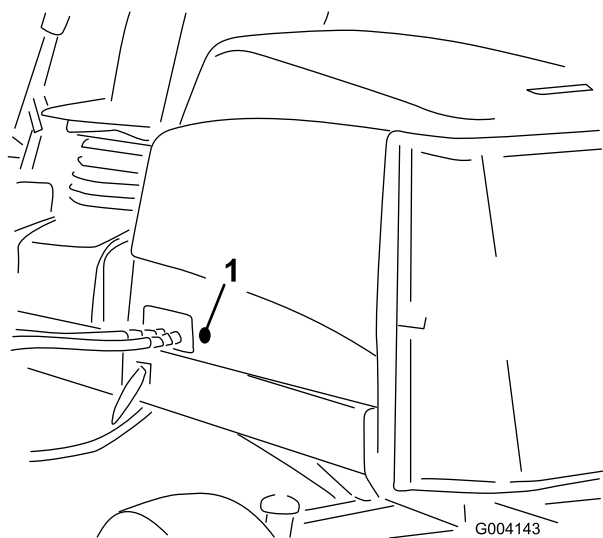

図 15
2. フードの左側についているゴム製のハトメを取り外す(図 15)。